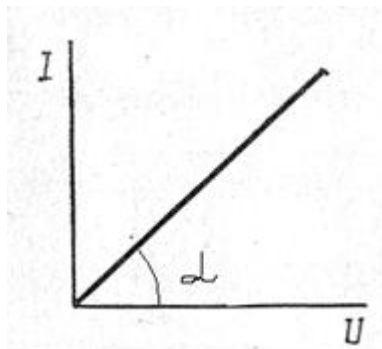

Рис. 6
Зависимость тока от напряжения называют вольтамперной характеристикой (ВАХ) (рис.6). Как следует из выражения (3), ВАХ участка цепи при его постоянной проводимости есть линейная функция, т.е. прямая линия, проходящая через начало координат. Причем, $\text{ctg}\alpha = R = U/I$.